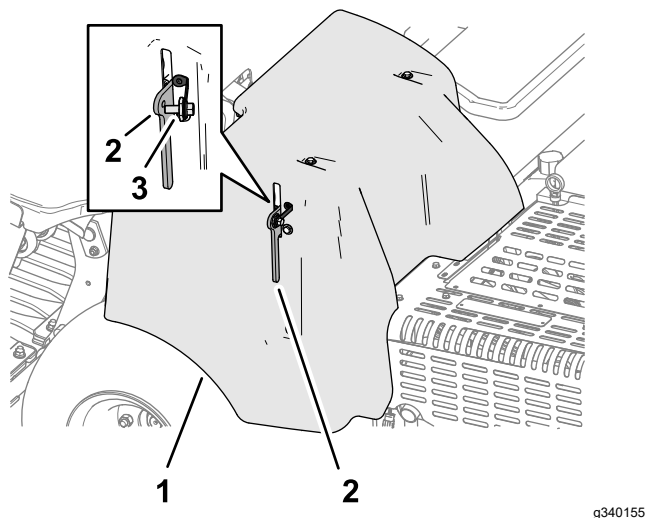

Figura 130
1. Se la macchina presenta un cordino di fissaggio del copricinghia CE, allentate il bullone del cordino fino a quando non si separa dal dispositivo di fermo del copricinghia (Figura 130).